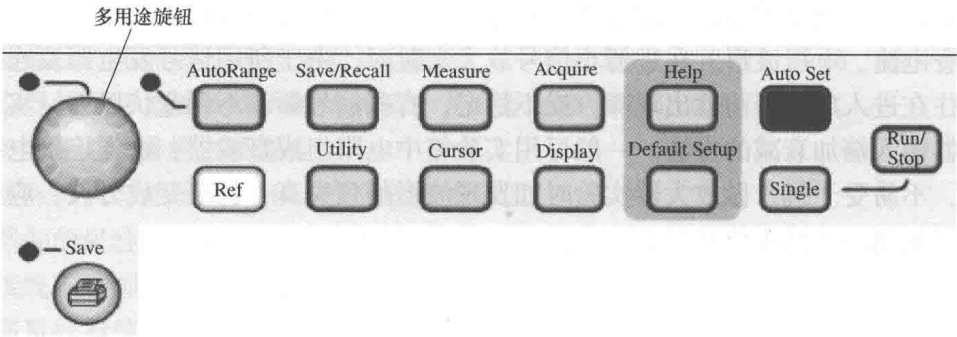

图 2-2 面板上端按键区
TDS 系列双踪数字示波器面板上端按键区如图 2-2 所示。具体按键功能和基本操作如下：
(1) Run/Stop（运行/停止）键：示波器连续采集波形/示波器停止采集波形。如果想静止观察某一波形时，可按一下该按钮；反之，则再按一次该按钮，如图 2-2 所示。